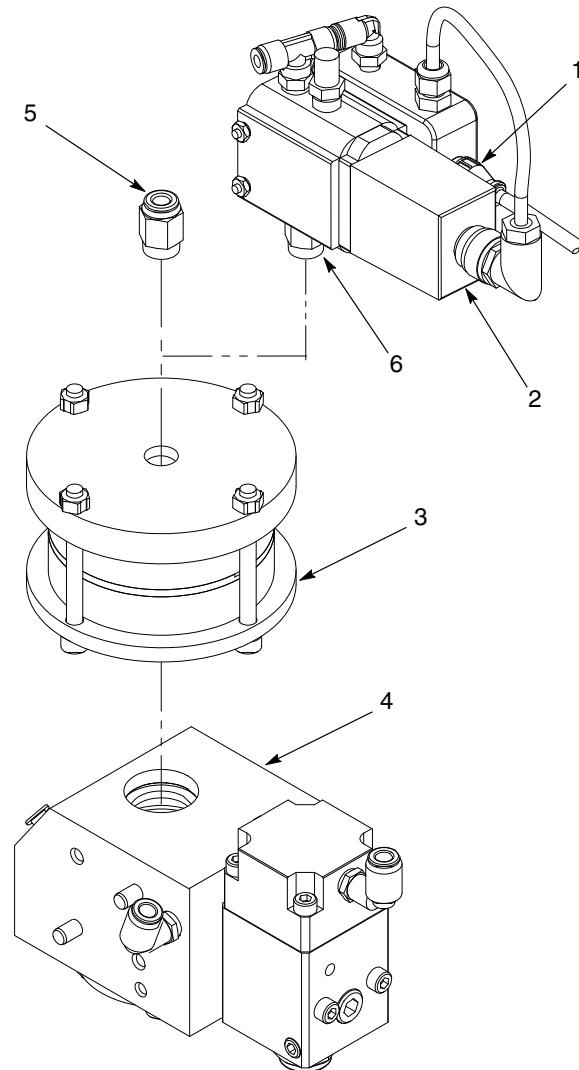

Figure 9 Remplacement du bloc cylindre pneumatique
1. Voir la figure 9. Effectuer l'une des opérations suivantes, suivant la configuration du régulateur CP II :